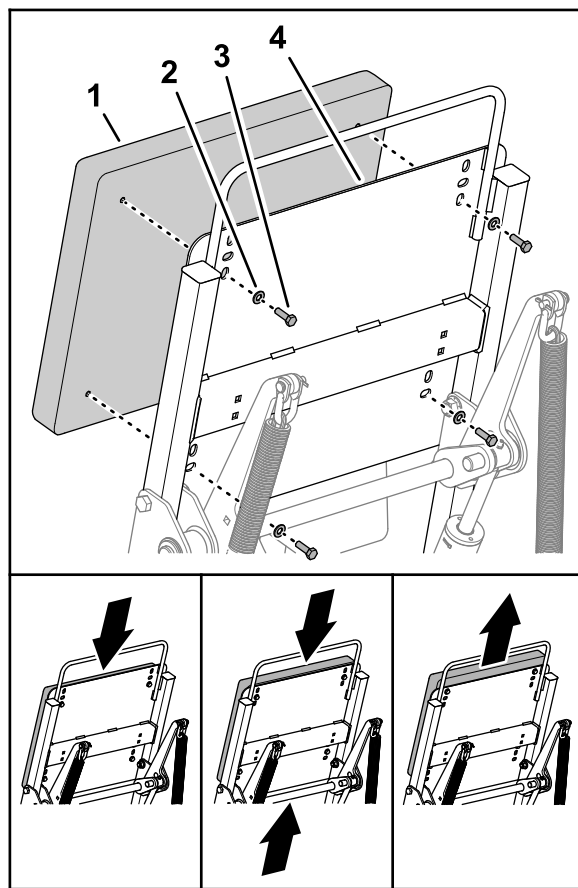

図 25
1. バックレストパッドを取り付けプレートに固定しているボルト 4 本とワッシャ 4 枚を外す 図 25。